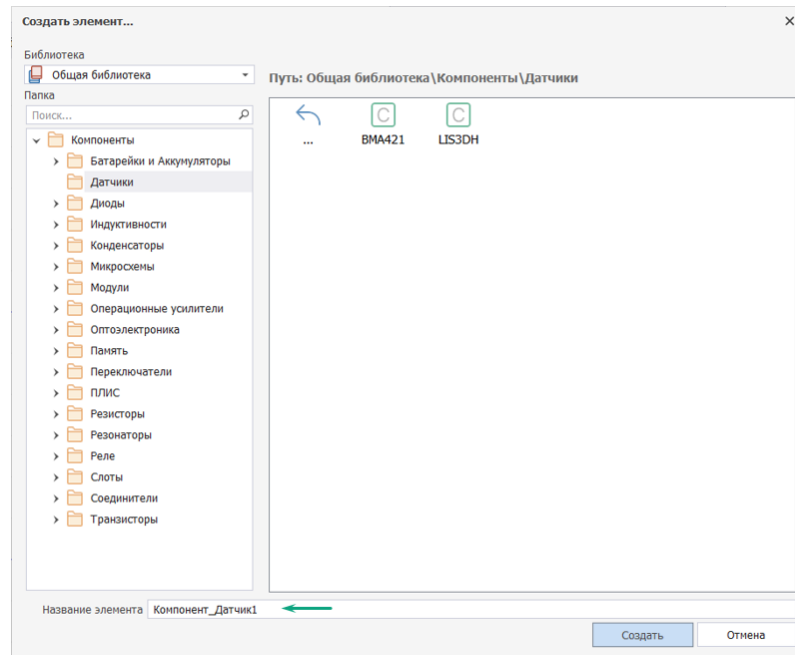

Рис. 163 Выбор папки и именование компонента
4. В поле «Создать элемент» → «Наименование элемента» ввести имя нового компонента, см. Рис. 163.